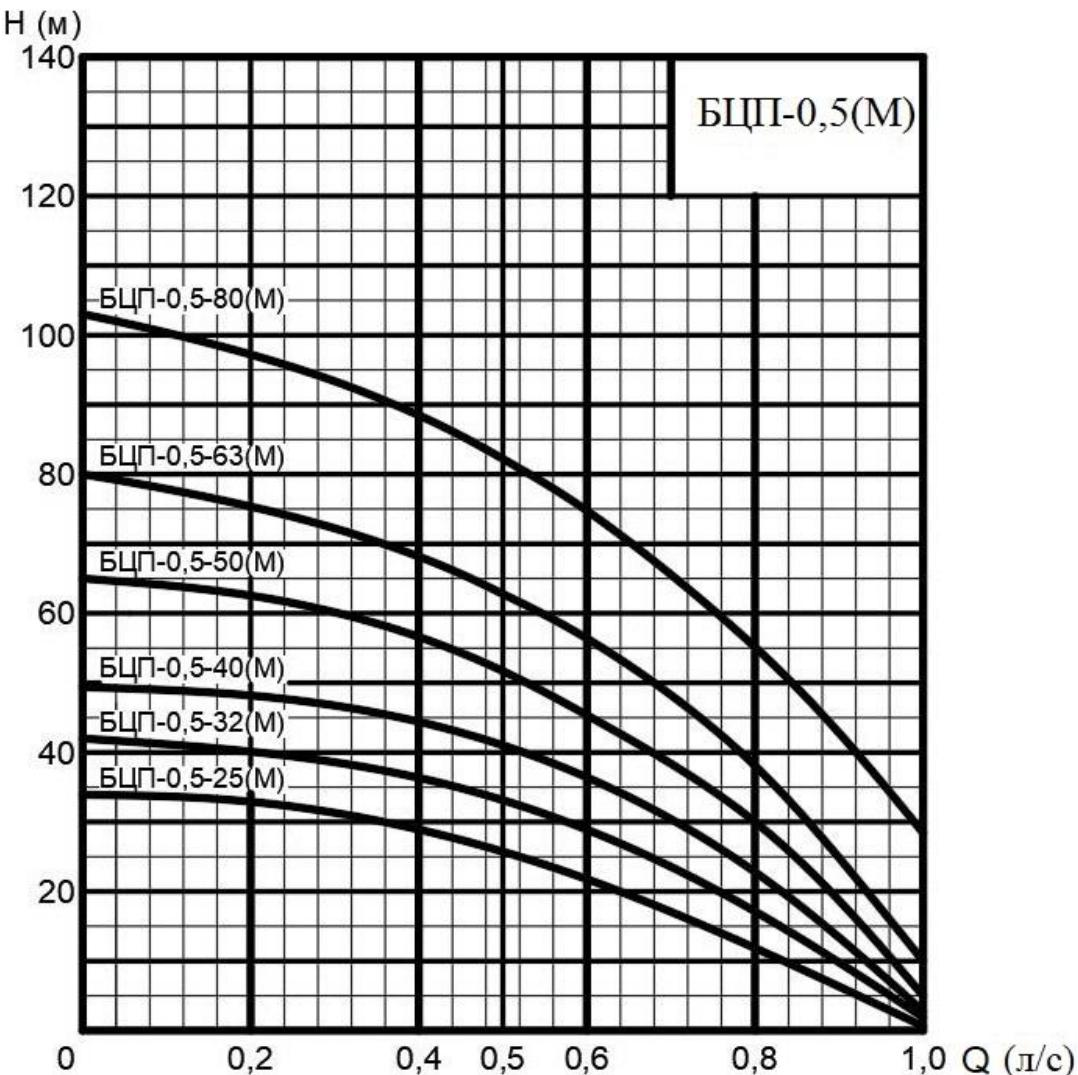

Рис. 1
2.2 Напорные характеристики БЦП- (М) приведены на рис. 1.
характеристики (рис. 1) по фактическому напору (H), создаваемому электронасосом для подъема воды из скважины.
При эксплуатации электронасоса с максимальной объемной подачей и минимальным напором (см. рис. 1) возрастают потребляемая мощность, нагрузки на электродвигатель и рабочие органы насоса. КПД электронасоса при этом минимальный. Оптимальным режимом эксплуатации электронасоса является его работа при номинальном напоре и номинальной объемной подаче (см. табл.).